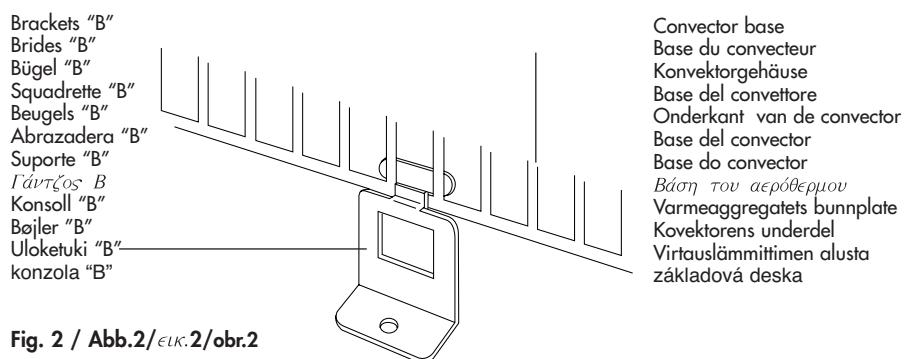

Fig. 2 / Abb.2/εικ.2/obr.2
2. Hang the convector on the two brackets fixed to the wall and insert metal brackets "B" into the bottom rear section of the base of the convector as indicated in figure 2, one at each end.
2. Suspenez le convecteur aux deux brides fixées au mur, et insérez les brides métalliques "B" dans la partie arrière inférieure de la base du convecteur, comme illustré à la figure 2, une sur chaque côté.
2. Hängen Sie den Konvektor an die beiden an der Wand befestigten Bügel und führen Sie die Metallbügel 'B' wie auf der Abbildung 2 gezeigt, in das untere, hintere Teil des Konvektorgehäuses ein. Einen Bügel auf jeder Seite. Kennzeichnen Sie die Befestigungsposition dieser Bügel an der Wand.
2. Appendete il convettore alle due squadrette precedentemente fissate, inserendo quelle "B" nella parte posteriore della base del convettore, come indicato nella fig. 2, una su ogni lato.